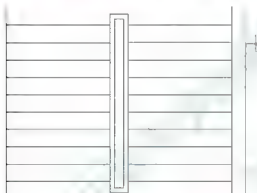

图 2.118 修剪扶手和梯井内的踏步线
(3) 使用【**偏移**】命令将矩形向外偏移 80mm。
(4) 在命令行输入“TR”并按 Enter 键, 启动【**剪切**】命令, 选择外部的矩形为剪切边界, 将图形修剪至如图 2.118 所示的状态。